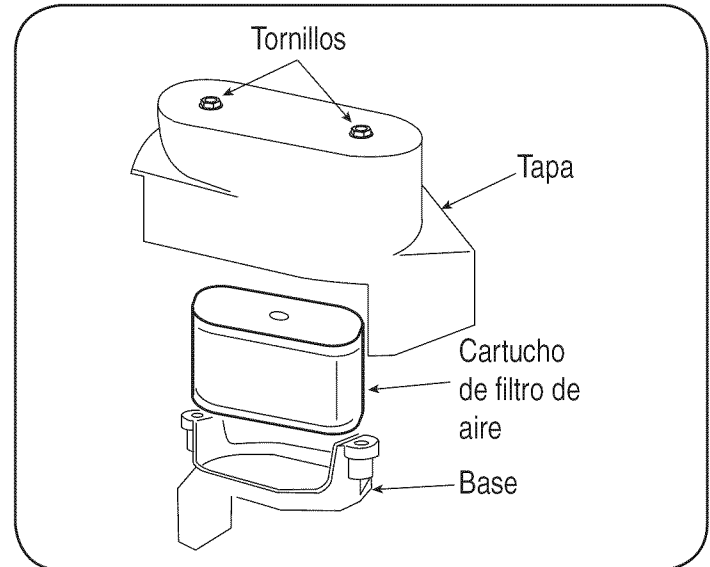

Figura 13
2. La tapa abierta y quita el cartucho. Vea la Figura 13.